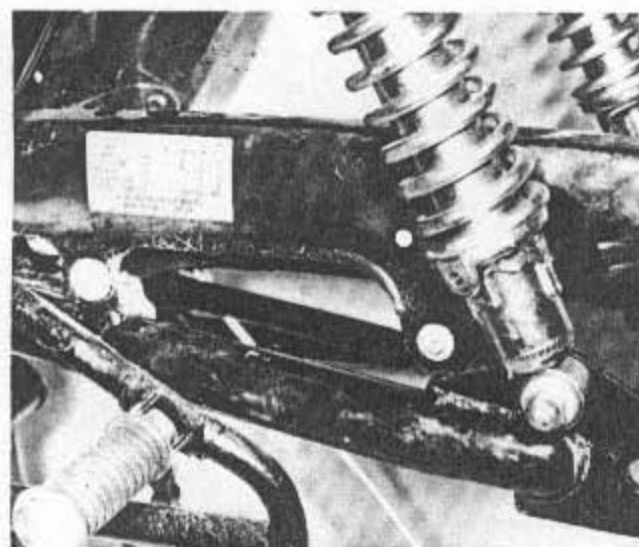

Bild 237
- Der Kettenschutz der Antriebskette wird durch drei Schrauben gehalten (Bild 237). Es ist nicht unbedingt notwendig, den Kettenschutz auszubauen; es wird aber die nachfolgenden Arbeiten erleichtern.